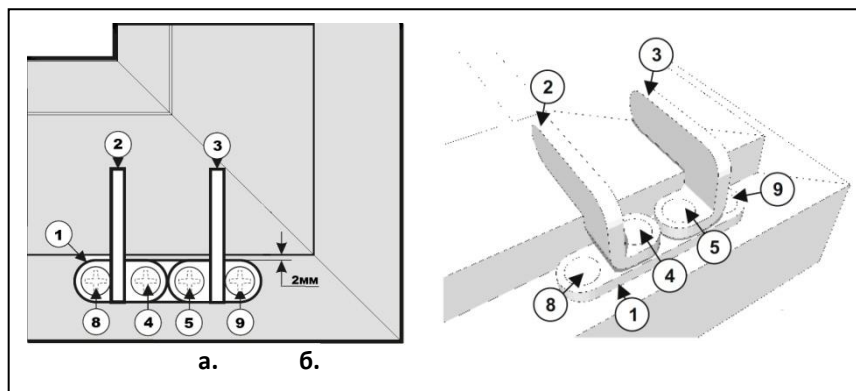
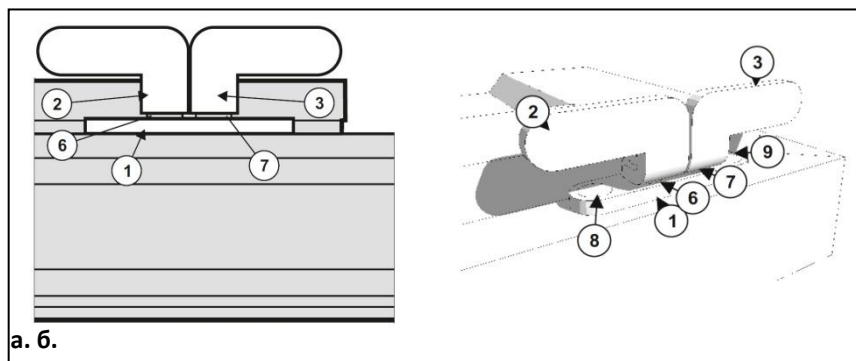

рис.1
рис.2
- 1. DEFAS состоит из:** (см. **рис.1** и **рис.2**) опорной стальной пластины (1), двух стальных заслонок (2 и 3). Опорная пластина и стальные заслонки соединены между собой двумя стальными болтами (4 и 5). Заслонки (2 и 3) отделены от пластины (1) двумя пластиковыми шайбами (6 и 7). Стальные болты (4 и 5) вклеены в резьбу на пластине (1), что позволяет увеличить срок службы механизма без дополнительной регулировки.
- 2. Крепится DEFAS** на окно или балконную дверь (см. **рис.1** и **рис.2**) непосредственно на раму (коробку) изнутри помещения двумя саморезами (8 и 9), которые вкручиваются через профиль ПВХ. В некоторых профилях необходимо предварительно сделать сверлом отверстия диаметром 4мм.
- 4. Расстояние между механизмами DEFAS** на окне (см. **рис.4** и **рис.5**) определяется по месту, исходя из размеров окна. От створки, что открывается, DEFAS крепится на расстоянии 2мм (см.**рис.1а**).